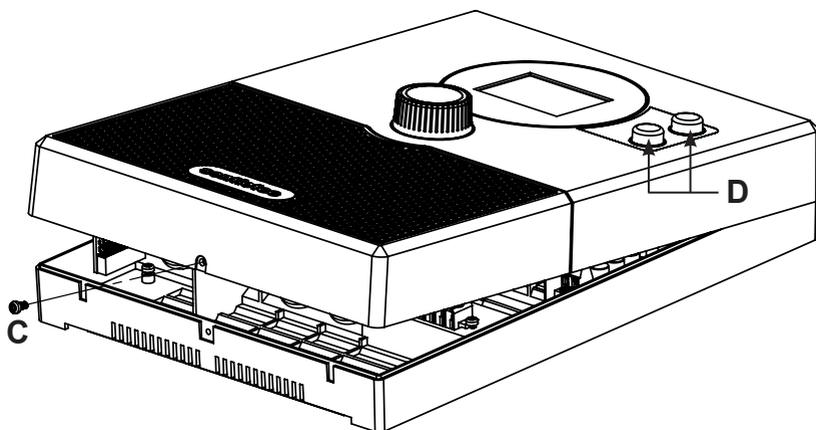

Рис. 2 Снятие крышки корпуса
2. Снять отверткой винт крепления корпуса **C** и поднять крышку корпуса с нижней стороны (см. **Рис. 2**).